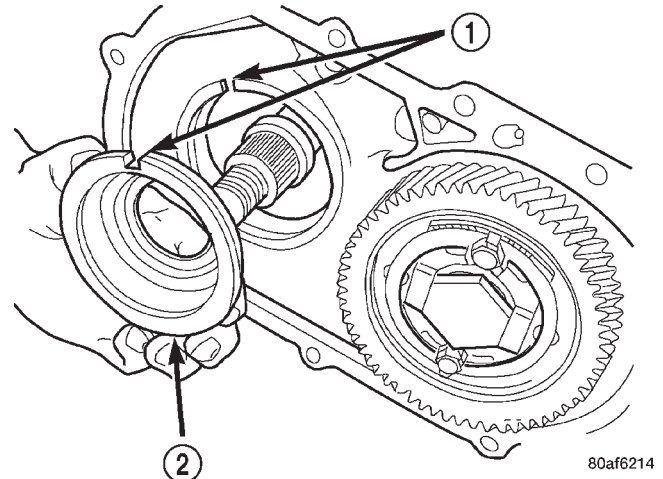

Fig. 50 Desmontaje del retén de la cubeta de cojinete
(41) Desmontaje del retén de la cubeta de cojinete (Fig. 50).